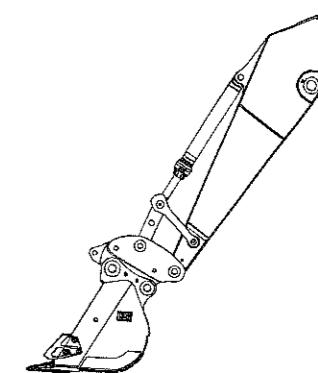

Ilustración 224
1. Cuando usa un acoplador rápido con sujetapasador hidráulico, se puede conectar un cucharón que esté en posición invertida. Observe la ilustración 224 para obtener un ejemplo de cómo conectar un cucharón que esté en posición invertida.